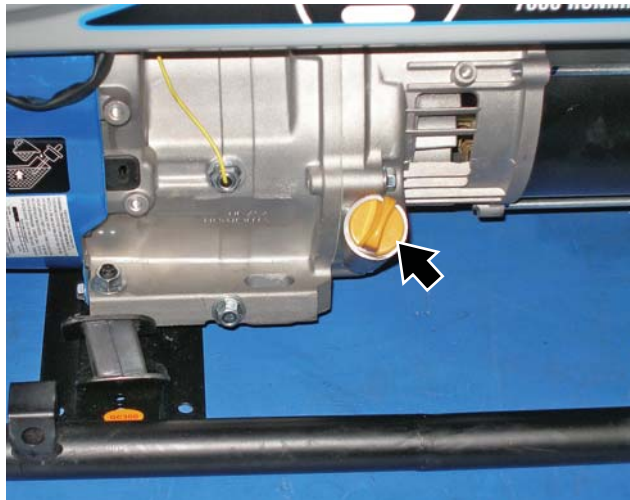

Figura 26 – Tapón de llenado/varilla de medición del aceite
5. Retire el tapón de llenado/la varilla de medición del aceite (vea la *Figura 26*).